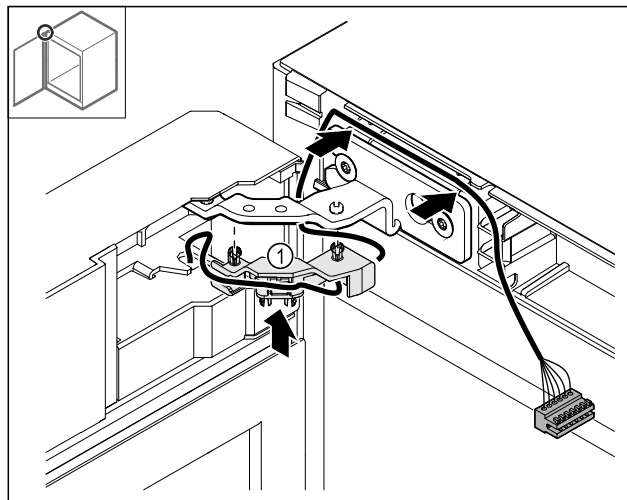

Fig. 48
- Pres kabelholderen Fig. 48 (1) ind i hængslet.